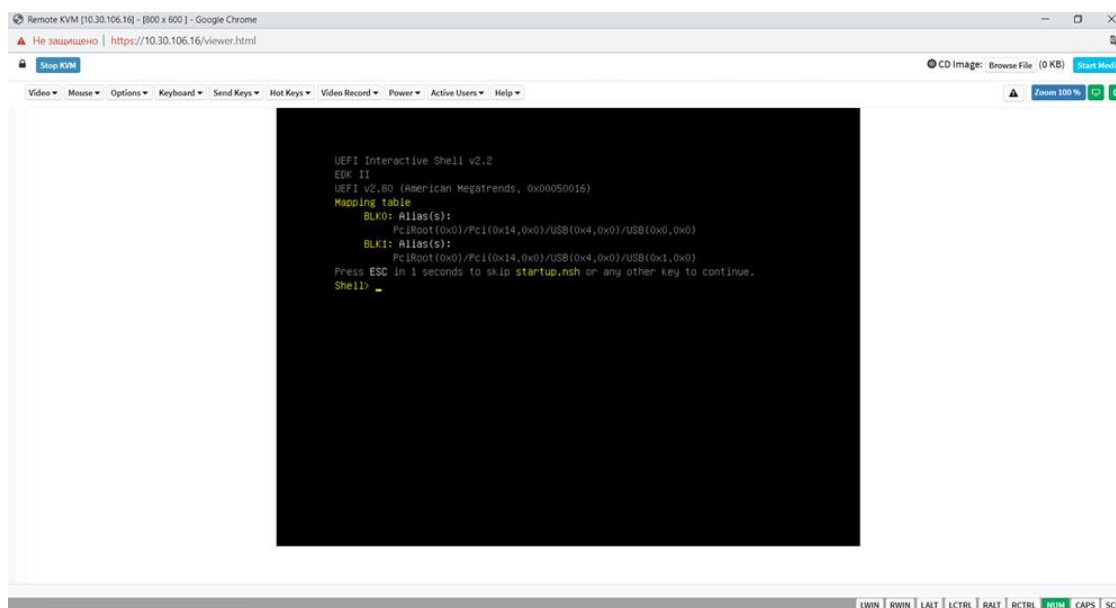

Рисунок 51 – Окно UEFI Shell
- Показывает активных пользователей с именем и IP-адресом ПК (см. Рисунок 51).